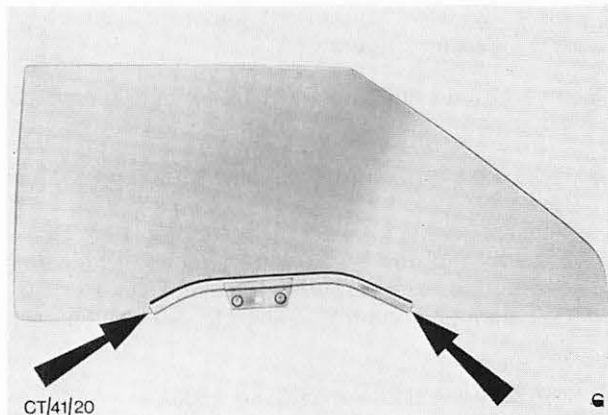

Abb. 5 Türfensterscheibe (vordere Tür) und Hebeschiene – Lage der Hebeschiene an der Glaskante beachten.
2. Hebeschiene, wie in Abb. 5 gezeigt, ansetzen und auf die Scheibe treiben.